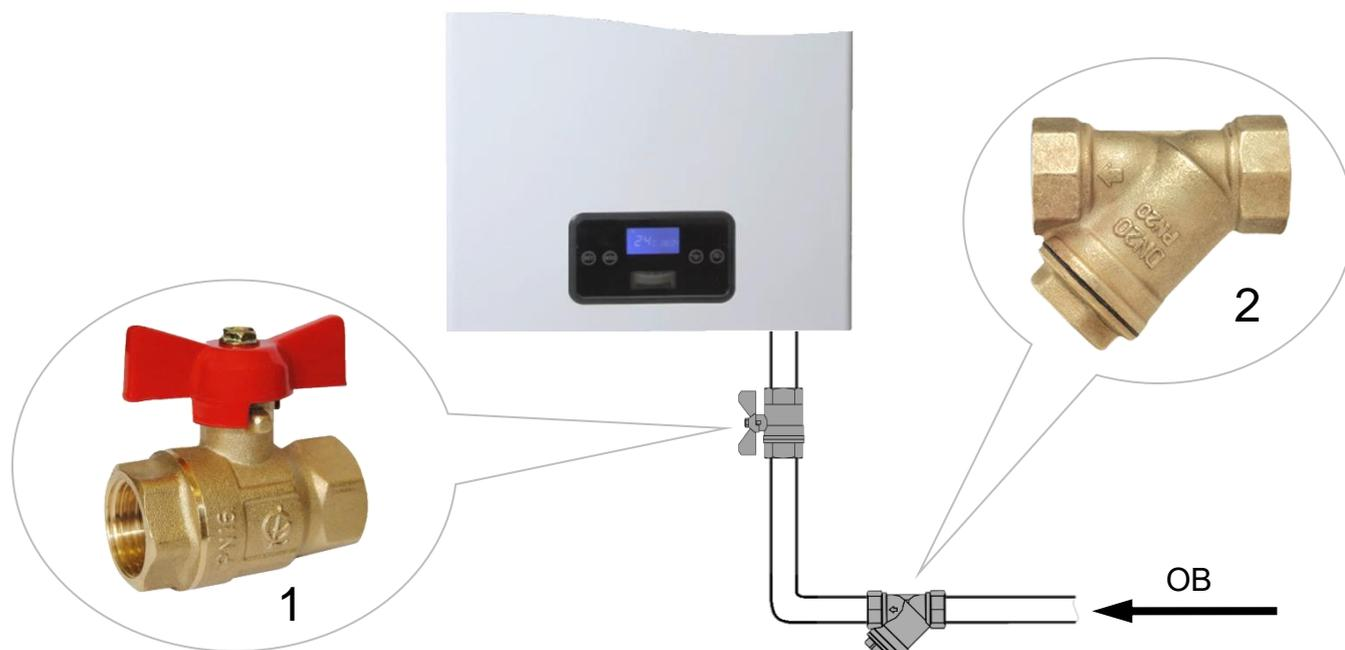

Рис. 22 Монтаж труб системы отопления и водоснабжения.
- Для осуществления ТО котла, **рекомендуется** перед присоединительными патрубками котла установить (смонтировать) запорные краны, которые **должны** быть расположены так, чтобы их поворотные ручки были доступны (См. Рис. 22).
- **Настоятельно рекомендуется** на обратном трубопроводе СО, на входе ОВ в котёл установить кривой сетчатый фильтр для очистки ОВ от нежелательных примесей и отложений (См. Рис. 22). Рекомендуется устанавливать фильтр с сеткой (фильтрующим элементом), у которой размеры ячеек 300-500 микрон.